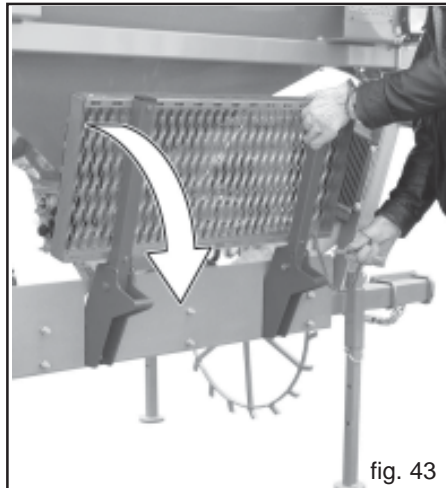

fig. 43
- 1) Apoye los pies de la máquina al piso. Quite el perno de fijación y baje la plataforma de inspección (Fig. 43).